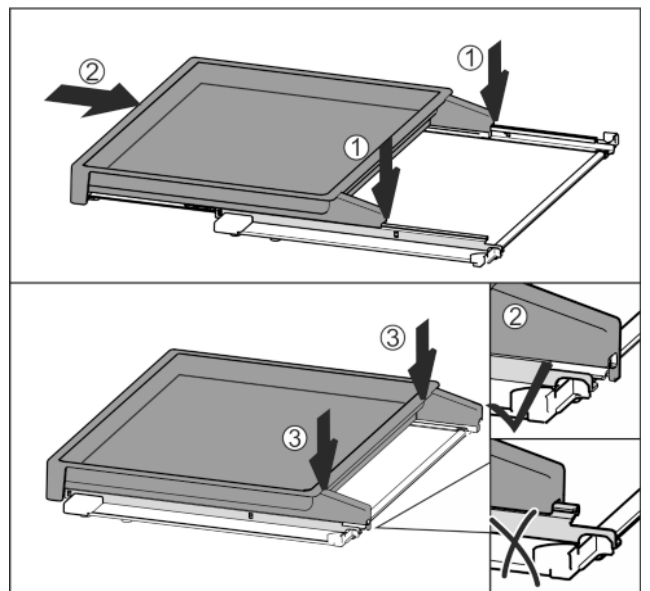

Fig. 38
- ▶ Встановіть по центру на рейки Fig. 38 (1).
- ▶ Повністю вставте витяжну панель Fig. 38 (2).
- ▶ Натиснути на задній бік, доки вона не зафіксується із звуком Fig. 38 (3).